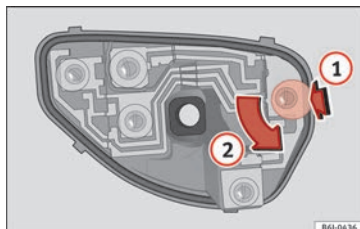

Fig. 107 Cambio de lámparas de las luces posteriores.
- Una vez retirado el portalámparas, presione en sentido de la flecha **1** y gire a la vez en sentido de la flecha **2** » » fig. 107.